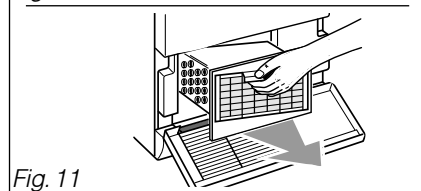

Fig. 11
– Retirez-le délicatement (Fig.11).